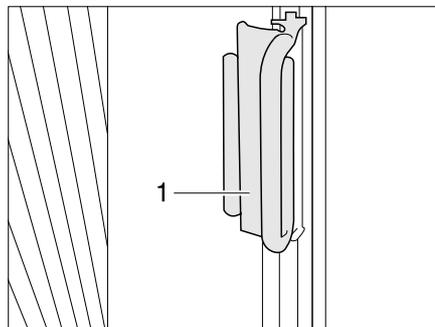

Bild 23 Verriegelung faltverdunklung Fahrer-/Beifahrerfenster
- Die faltverdunklungen für das Fahrerfenster und das Beifahrerfenster mit dem Griff (Bild 23,1) auf den Aufsatz schieben. Die faltverdunklung ist gesichert.